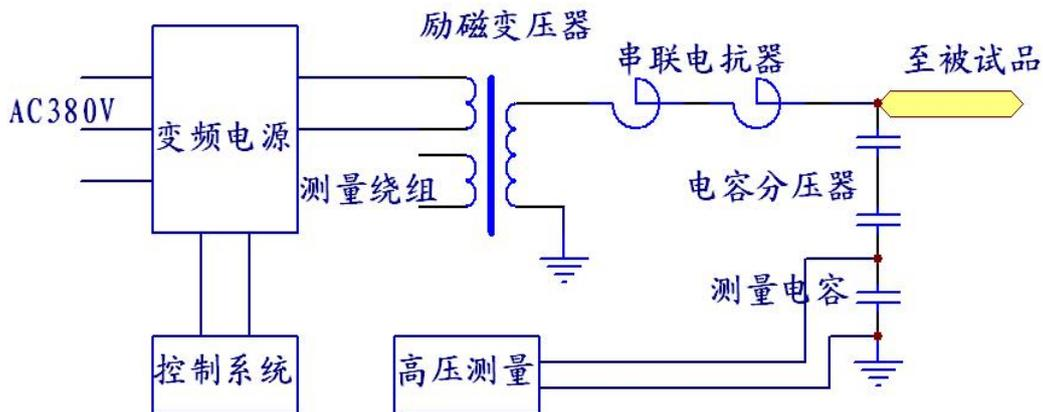

图 32 型变频电源装置进行串联谐振交流耐压试验接线图
9.2.1 按照图 32 方式接好回路，试验电压的测量可以通过电容分压器测量。确认试验回路无误后，先不带试品进行空升试验。谐振回路由电抗器和电容分压器组成。整个装置与被试品之间通过一个无晕的高压导线连接。然后设置好分压比、测试电压。过电压保护、测试电流、试验时间、打开高压电流与电压等数据即可进行升压试验。
10.7 变频柜的负载能力必须按图 32 的曲线规定范围内，严禁在低电压时带大电流负载。在曲线的下部分为安全区。超过该区域将增大三极管损耗，严重时导致放大回路的三极管损坏。当超过了曲线，工作在曲线的上方，屏幕上的输出电压和输出电流将闪动提示。如果继续进行试验，变频柜中将会发出跳闸信号，同时屏幕上显示“功率曲线保护”，并且控制箱中发出“滴滴”的报警声。此时需要改变中间升压变压器的变比或者降低负载电流才能够继续进行试验。